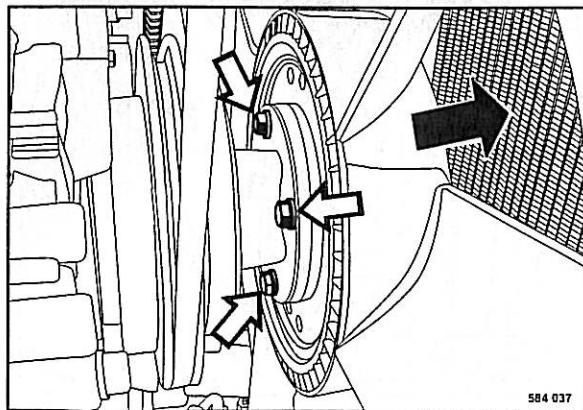

Fig. 98
- Desenroscar los tornillos de fijación (Fig. 98) y empujar el ventilador hacia delante.